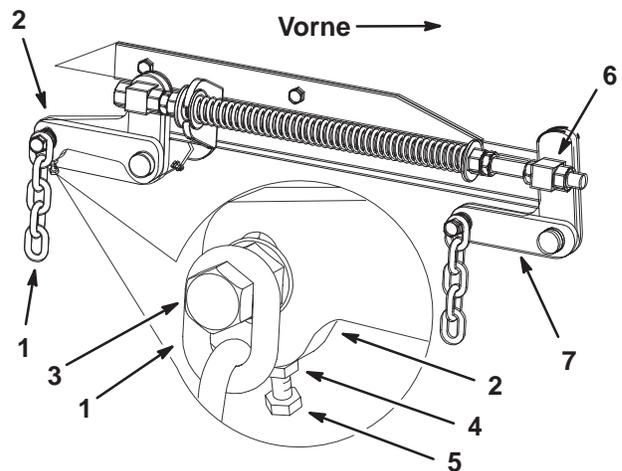

Bild 56
7. Wenn die Werte an den Stellen **B** oder **C** falsch sind, lösen Sie die Schraube, mit der die hintere Kette am hinteren Stützarm befestigt ist (Bild 56).